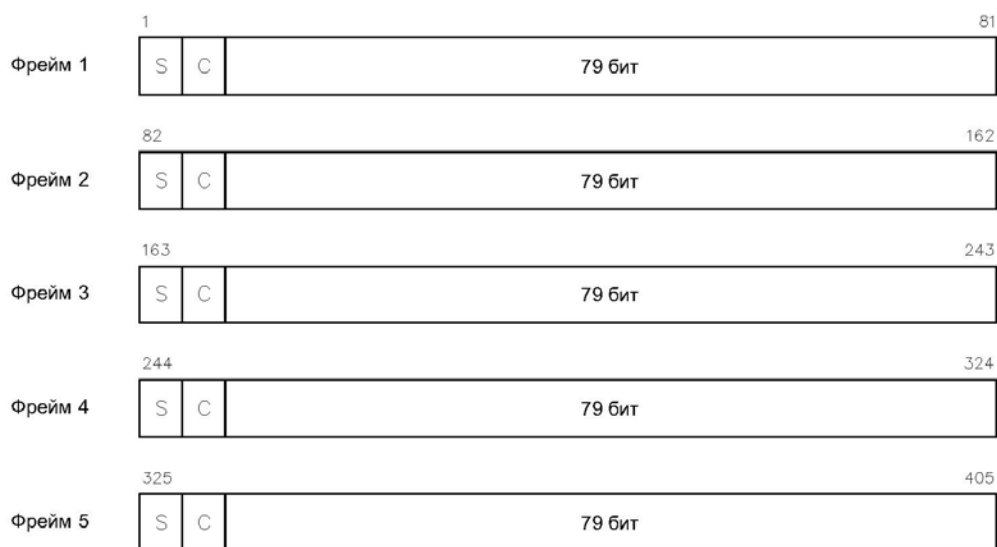

Рис. 1. Структура фрейма данных
Данные, поступающие с различных портов мультиплексора, объединяются в фреймы («кадры»), содержащие по 81 бит, как показано на рис.1. Первый бит каждого фрейма (S) используется для синхронизации, а второй - предназначен для внутреннего (служебного) канала.
Аппаратура OPD-1 позволяет подключать управляющий ПК как через «местный» интерфейс RS-232C, так и через модем, как показано на рис.1а и рис.1б.